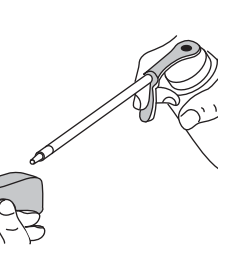

Fig. 23
- Appliquez une quantité suffisante d'huile moteur propre SAE 30 pour enduire légèrement le filtre (Fig. 23).
- Enlevez les deux vis (2) du haut du couvercle du silencieux à l'aide d'un tournevis à lame plate ou T-25 Torx (Fig. 23) et enlevez le couvercle du silencieux.
- Enlevez les six vis (6) du haut du couvercle du moteur à l'aide d'un tournevis à lame plate ou T-25 Torx (Fig. 23) et enlevez le couvercle du moteur.